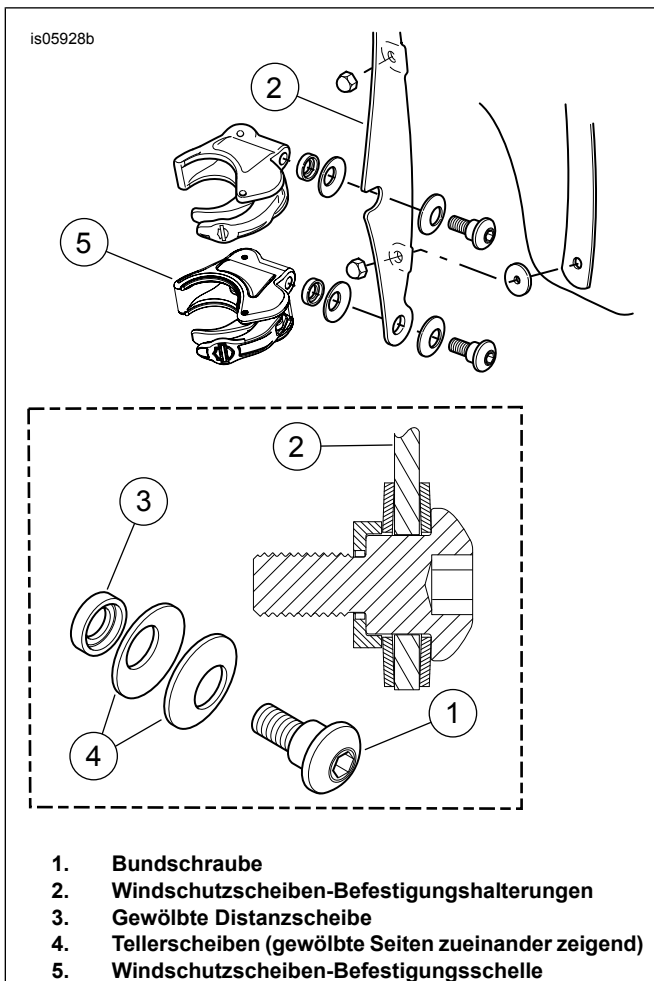

Abbildung 2. Windschutzscheiben-Befestigungsschelle
3. Siehe Abbildung 2 >. Die Schellenbaugruppen und Befestigungsteile stapeln montieren.